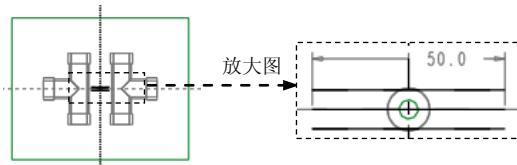

图 15.9 截面草图
Step5. 绘制截面草图。进入草绘环境后，绘制图 15.9 所示的截面草图(即一条中间线段)。完成特征截面的绘制后，单击“草绘”操控板中的“确定”按钮 。